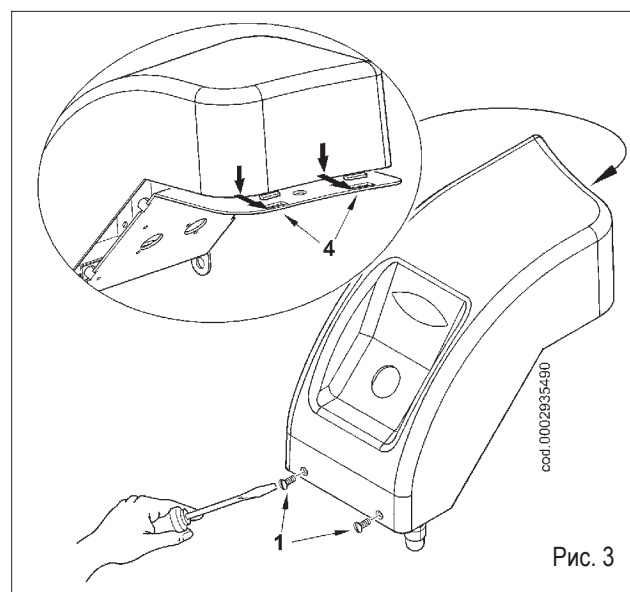

Рис. 3
- Закрыть крышку, стараясь правильно разместить два крюка (4) в соответствующих гнездах (рис. 3).